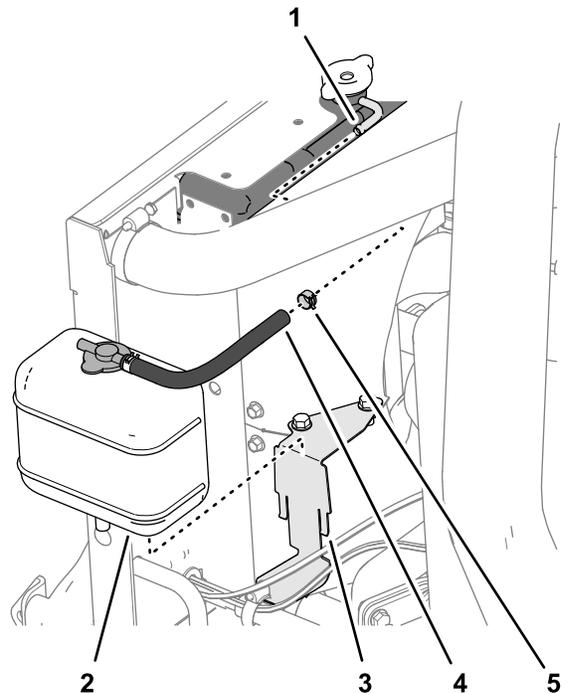

図 8
1. ラジエーターのオーバーフローフィッティングに接続されているホースのクランプを外して、フィッティングからホースを外す 図 8。
2. タンクブラケットからタンクを持ち上げて、機体からタンクを外す 図 8。